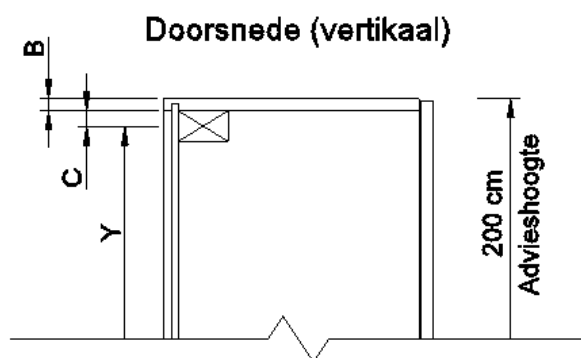
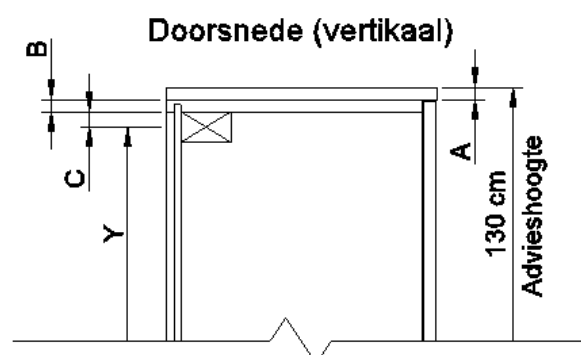
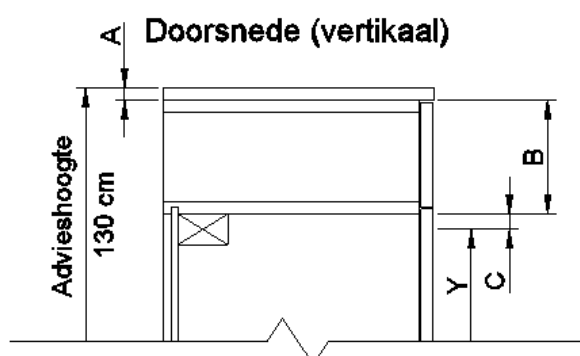

Fig. 3
Fig. 4
Fig. 5
3. Neem de maat van de bovenkant van de (half)hoge kast tot de bovenkant van de kastophanger. Meestal dikte plafond (hoge kolomkast) (Fig. 3) of dikte plafond + dikte tablet (halfhoge kolomkast) (Fig. 4). **OPGELET:** Bij halfhoge kolomkast met lade zit de kastophanger lager (Fig. 5).